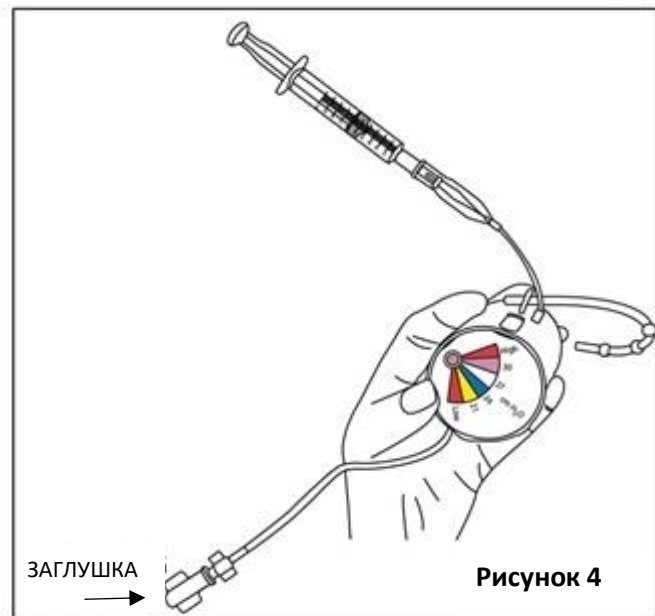

Рисунок 4
- 1.5. Убедитесь, что на конец удлинительного патрубка надета заглушка. Подсоедините шприц к соответствующему разъему, введите 10 куб. см воздуха и отсоедините шприц [Рисунок 4].